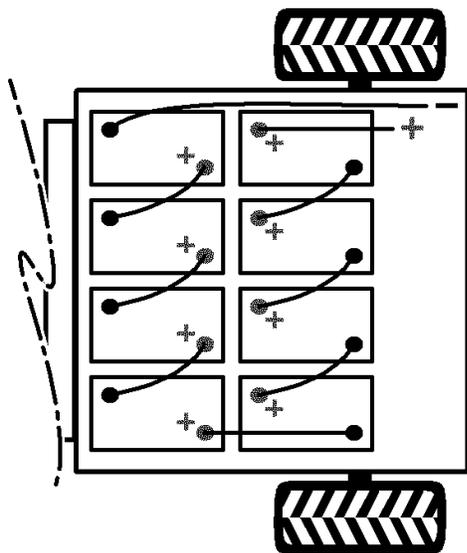

Figura 10
4. Instale las baterías según muestra la Figura 10.
6. Conecte las baterías entre sí con los cables que se incluyen con las piezas sueltas, según lo indicado en la Figura 10. Asegúrese de que el enrutado de los cables no permite que éstos entren en contacto con ningún borde afilado.